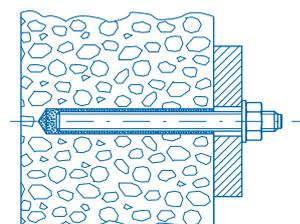

Рис. 11
- Анкеровка химическим составом (рис. 11) — анкер удерживается за счет заполнения шероховатостей отверстия затвердевшим полимерным материалом химического состава.